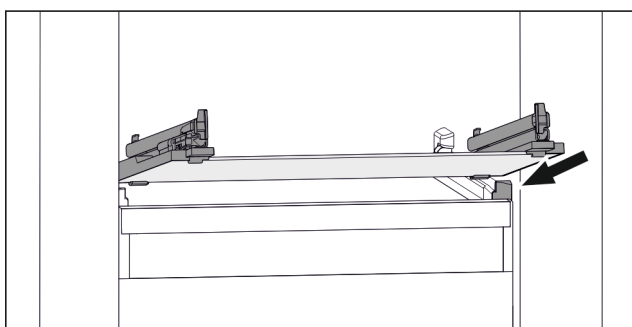

Fig. 79 Primjerni prikaz staklene ploče
- ▶ Stavite ladicu ukoso iza zaustavljača. (pogledajte Fig. 79)